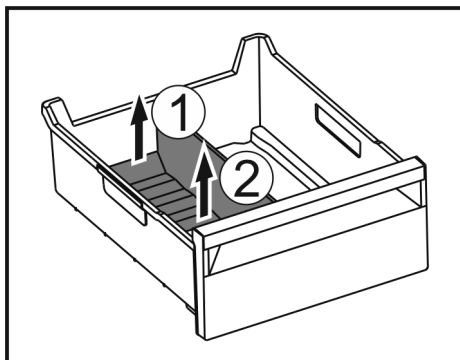

Fig. 148
- Sollevare la parte posteriore del divisore dello scomparto del ghiaccio. Fig. 148 (1)
- Rimuovere il divisore dello scomparto del ghiaccio verso l'alto. Fig. 148 (2)